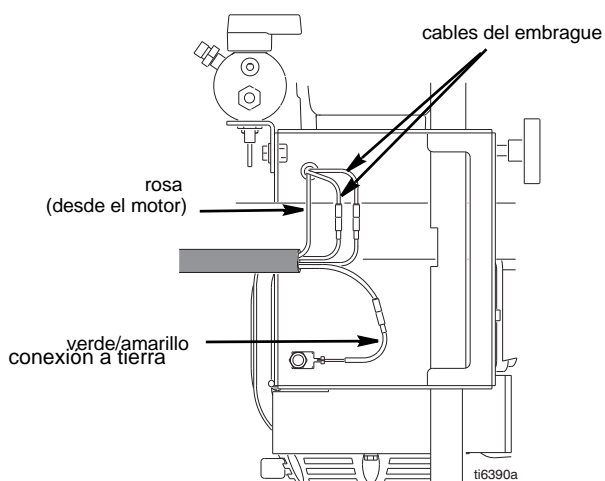

FIG. 12
2. FIG. 12. Desconecte todos los cables necesarios.
3. FIG. 12. Conecte todos los cables necesarios.
2. FIG. 12. Introduzca el pasador (31) en el orificio e introduzca el muelle de retención en la ranura hasta que rodee completamente la biela.